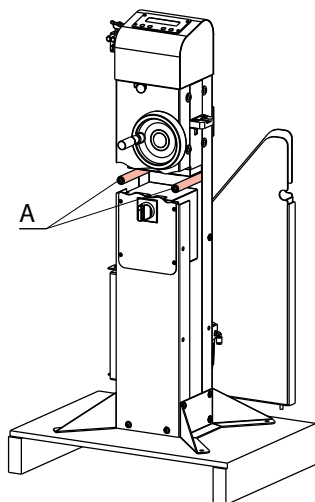

Figure 1
Le déplacement de la machine, après sa séparation de la planche, doit être effectué au moyen d'une paire de courroies à fixer autour de deux entretoises (A) mis en évidence dans la figure 1.